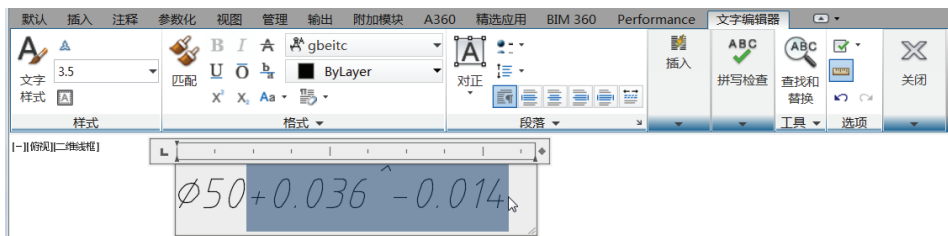
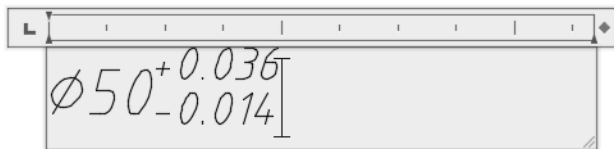

图 4-13 选择要进行格式设置的文字
图 4-14 堆叠结果
0.014”，如图 4-13 所示，然后在“格式”面板中单击“堆叠”按钮 ，堆叠结果如图 4-14 所示，最后单击“关闭文字编辑器”按钮 .